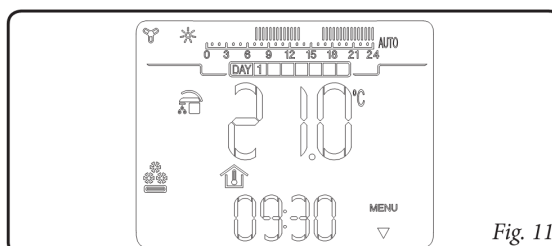

Fig. 11
- Jahutus  on selline töörežiim, kus katel kütab tarbevett ja juhtplokki võib juhtida jahutusseadet, kui see on seadmes olemas. Lähemalt V.t pt. 7. Tablool inditseeritakse kellaaja ja nädalapäeva, ruumitemperatuuri näidud ja jahutuse temperatuuride ajakava vastavate sümbolitega. (fig.11)